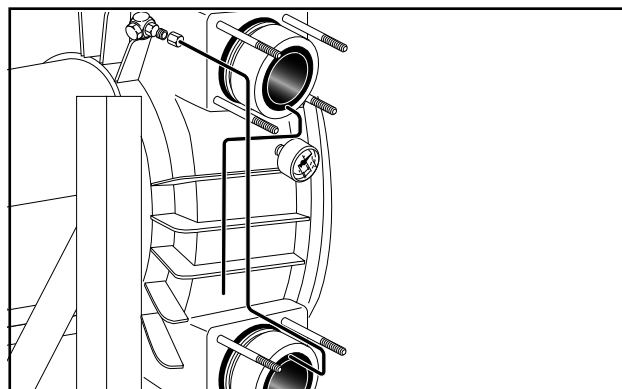

Рис. 24 Вентиляционные трубки
- Замените вентиляционную трубку на всасывающей стороне трубочкой другой версии, и подключите к угловому соединителю, который находится сзади насоса. Выведите наружу вентиляционную трубочку на нагнетательной стороне насоса (рис. 24).